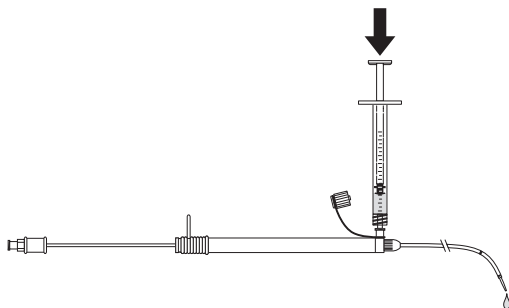

Fig. 2
4. Brug en 1 mL sprøjte til at gennemskylle indføringssystemet med saltvand gennem skylleporten på sidearmen umiddelbart inden indføringssystemet anbringes i patientens krop. Skyl, indtil der løber et par dråber saltvand ud af den distale spids mellem indføringssystemets ydre sheath (d) og det indre kateter (e). (Fig. 2)